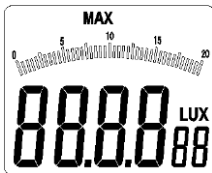

图 3-1-3
1. 短按“MAX/MIN”键，LCD 接口正上方显示“MAX”字样（如图 3-1-3 所示），进入最大最小值查询模式；